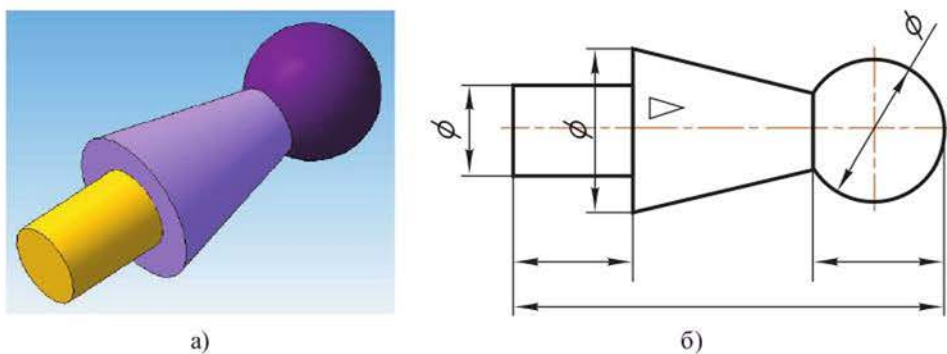

Рисунок 10.1 3D-модель (а) и чертеж детали (б)
*Пример 1.* Модель состоит из цилиндра, усеченного конуса и шара, расположенных на одной оси (рисунок 10.1 а). В качестве главного вида принимается проекция детали на плоскость, параллельную ее оси (рисунок 10.1 б). Данное изображение полностью определяет форму и размеры детали.